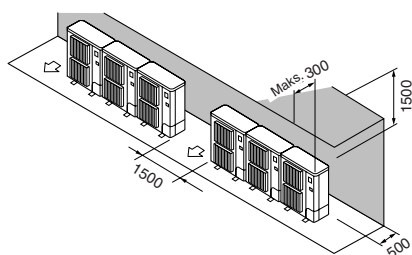

Fig. 2-9
- ② Kun forhindringer bagved og ovenover (Fig. 2-9)